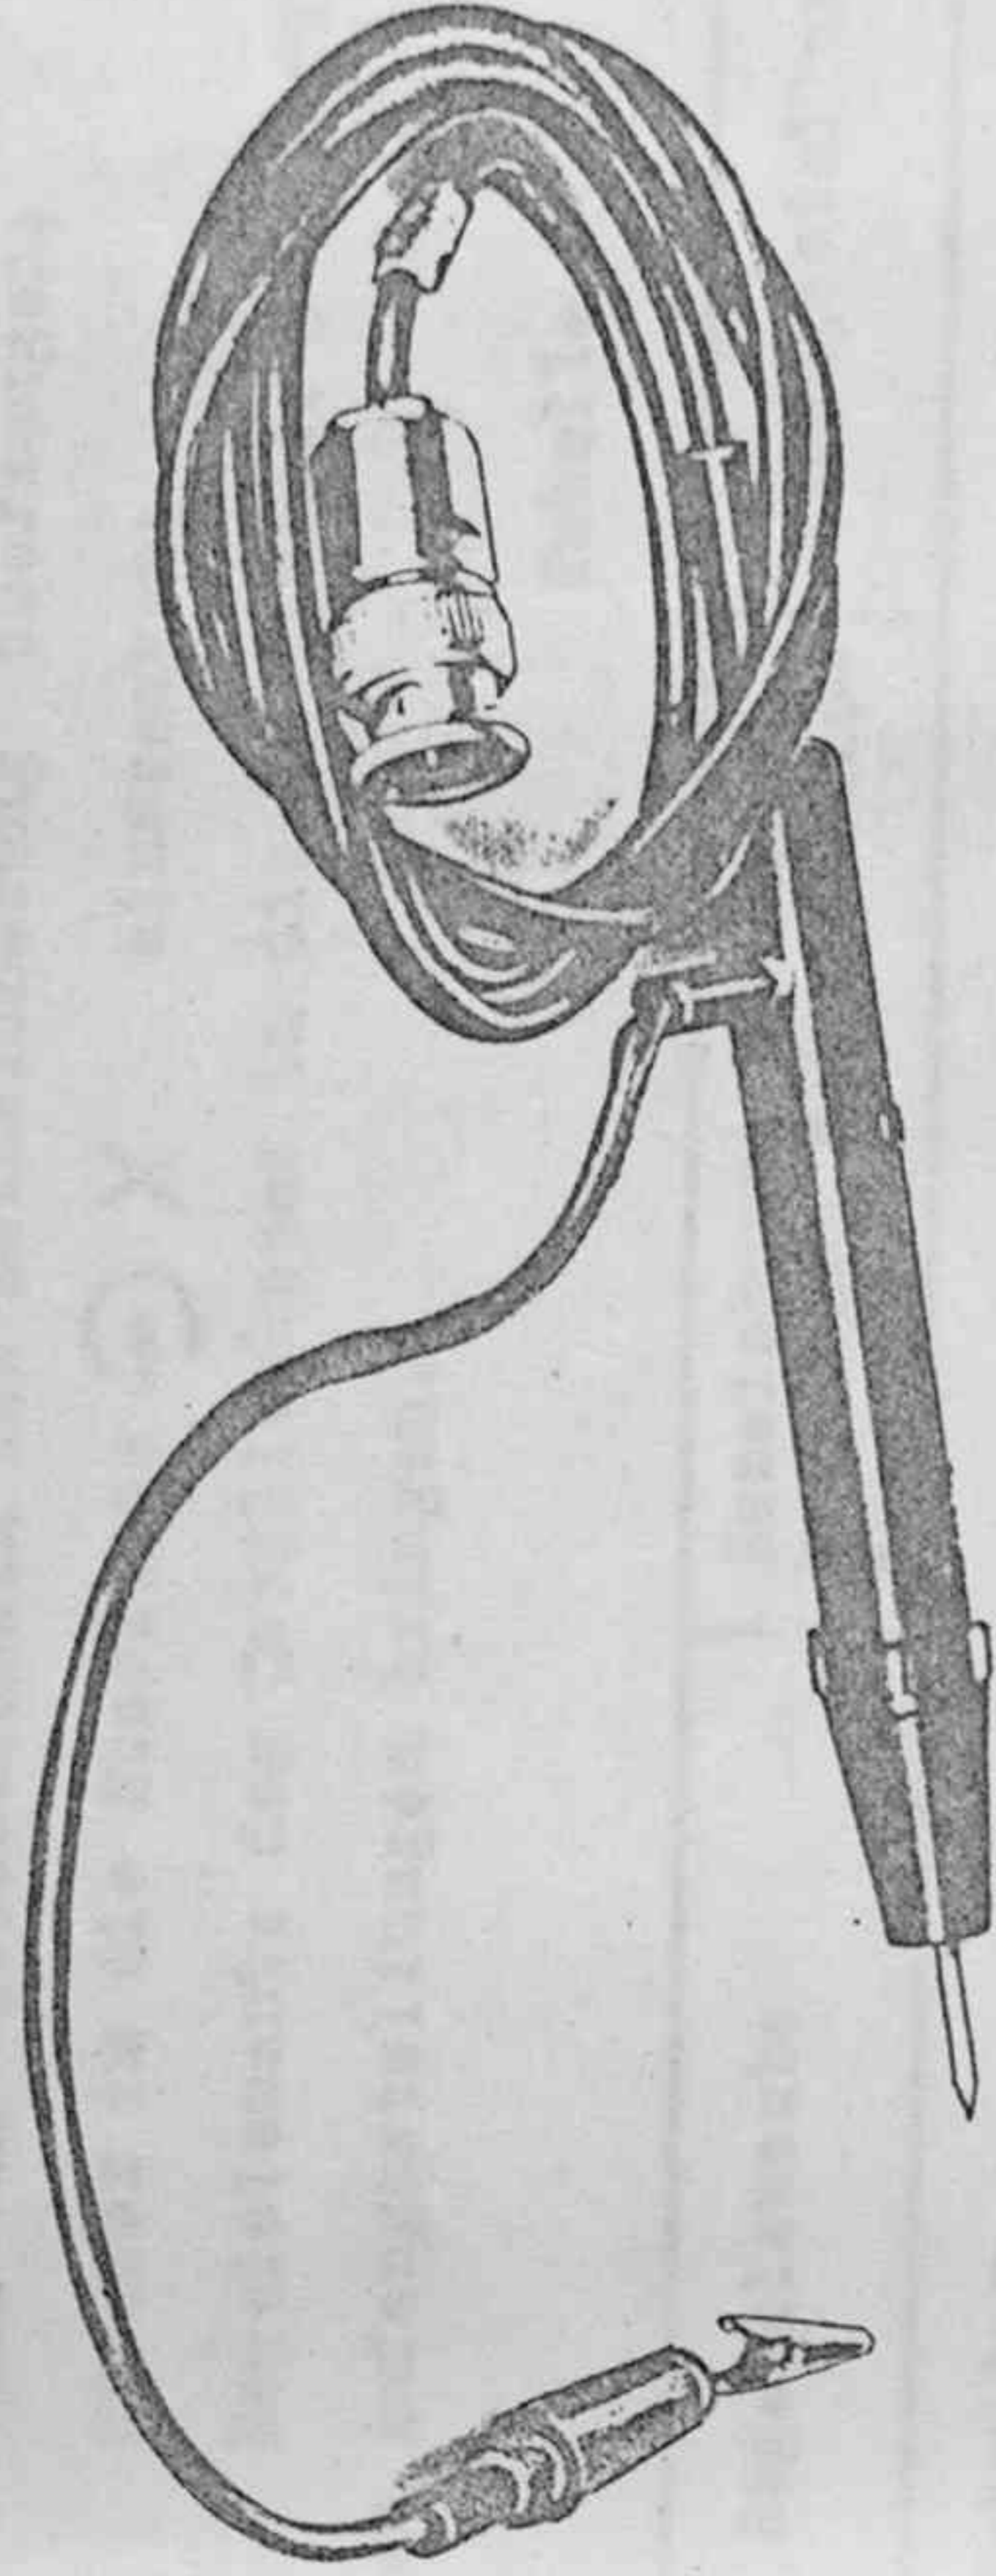

Abb. 5
5.9. Das zu untersuchende Signal wird an den Eingang des Oszilloskops durch einen Teiler 1:1/1:10 (Abb.5) angelegt.